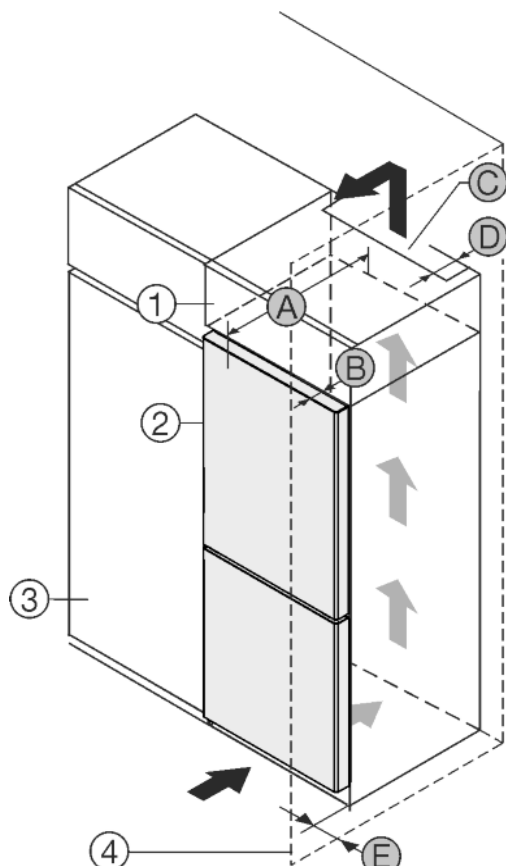

Fig. 1
Uređaj se može postaviti direktno uz kuhinjski element Fig. 1 (3).*
Postavite uređaj na udaljenosti od 5 cm između uređaja i kuhinjskog elementa Fig. 1 (3).*
Na stražnjoj strani visećeg ormara treba postojati otvor za odzračivanje dubine Fig. 1 (D) po cijeloj širini visećeg ormara.*
Ispod stropa prostorije treba poštovati ventilacijski presjek Fig. 1 (C).*
Kada se uređaj postavlja s okovima pored zida Fig. 1 (4), razmak između uređaja i zida mora iznositi najmanje 40 mm. To odgovara stajanju ručice kod otvorenih vrata.*
Kako biste vrata mogli potpuno otvoriti, uređaj mora biti za dubinu vrata Fig. 1 (B) ispred u odnosu na prednjicu kuhinjskog elementa. Ovisno o dubini kuhinjskih elemenata Fig. 1 (3) i uporabi zidnih odstoynika, uređaj može i dalje stršati.*
Kako biste vrata mogli potpuno otvoriti, uređaj mora biti za dubinu vrata (B) ispred u odnosu na prednjicu kuhinjskog elementa. Ovisno o dubini kuhinjskih elemenata Fig. 1 (3) i uporabi zidnih odstoynika, uređaj može i dalje stršati.*